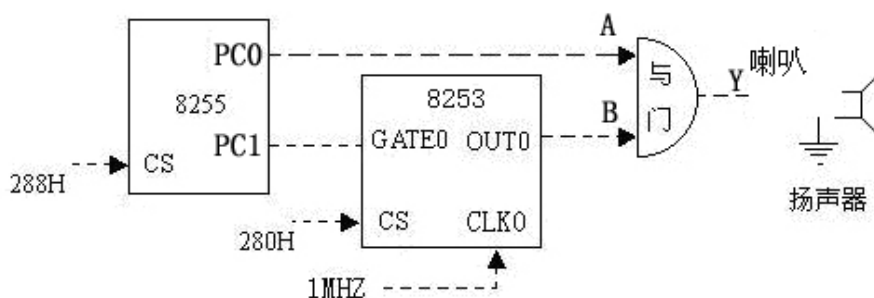

图4-24-1 电子琴电路
1、实验电路如图4-24-1，8254的CLK0接1MHz时钟，GATE0接8255的PC1，OUT0和8255的PC0接到与门的两个输入端，与门输出Y连接喇叭，编程使计算机的数字键1、2、3、4、5、6、7作为电子琴按键，按下即发出相应的音阶。